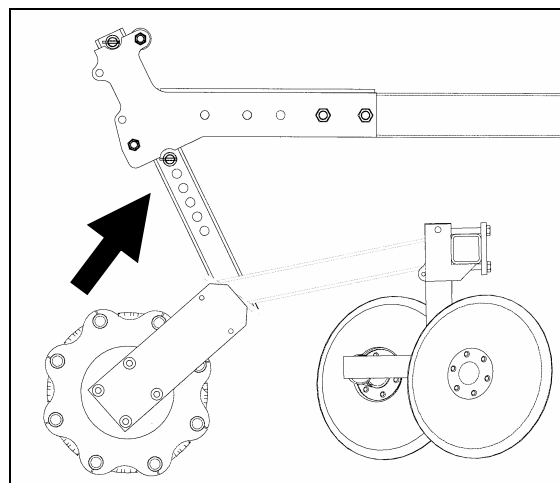

Рисунок 11
- Перед расцеплением машины вставьте штифты задания глубины в самые верхние отверстия под держателями установочных стоек, чтобы при проведении операций машина не перевернулась (см. рисунок 11).